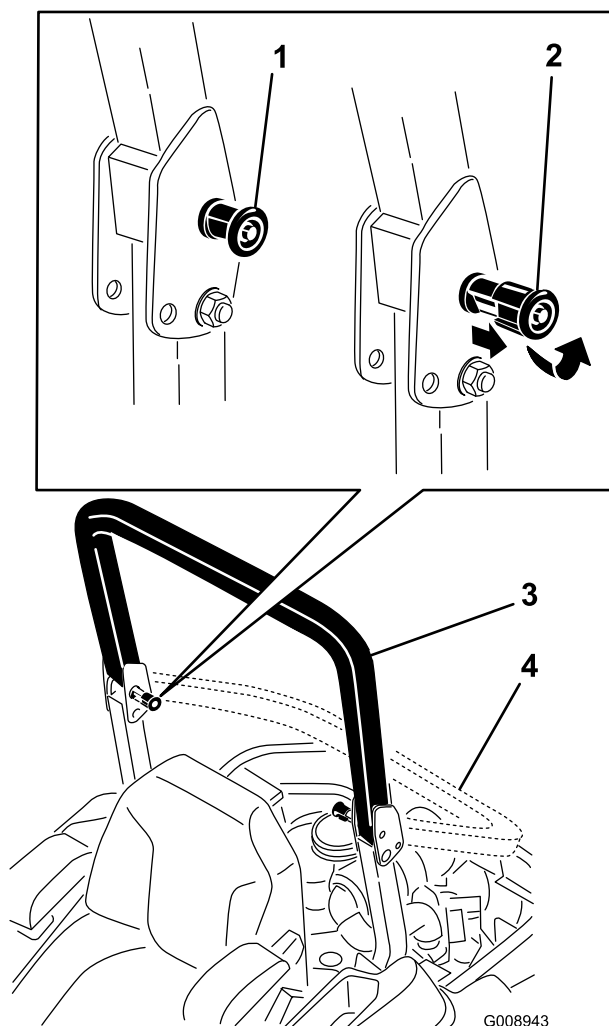

Figure 8
2. Tirez sur les deux boutons et tournez-les à 90° pour les désengager (Figure 8).
3. Faites pivoter l'arceau de sécurité à la position abaissée (Figure 8).
4. Pour relever l'arceau de sécurité à la position d'utilisation, tournez les boutons de sorte à les déplacer partiellement dans les rainures (Figure 8).
5. Relevez complètement l'arceau de sécurité tout en poussant sur la partie supérieure; les goupilles s'engagent en position quand les trous sont en face (Figure 8).